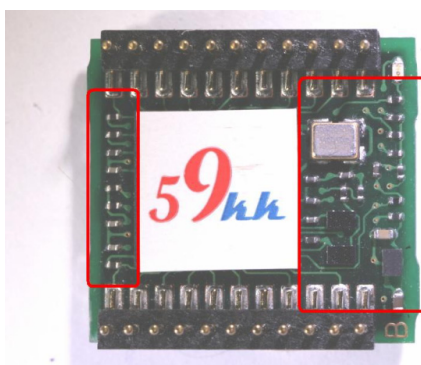
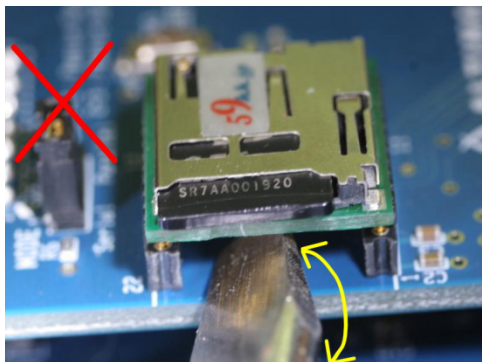

図 10.1. uSDCONF1F Bottom View
図 10.2.1 取り外しの悪い例
- ・ しかしながら、図 10.1のように、モジュールの裏側は高密度にチップ部品を実装しており、取扱いに注意して取り外さないと不用意に部品を押しつぶしたり、パターンを剥離してしまいかねません。
- ・ ドライバ等でモジュールをソケットから抜き取る場合、図 10.1 の部品配置を常にイメージして、赤枠部分に力がかからないよう十分に注意して下さい。
- ・ ドライバ等で撮り外す場合、図 10.2.1 のようにモジュール下への差し込みが十分でない場合、図 10.1 の赤枠の部分に作用点が働いてしまうとチップ部品を破損してしまいます。